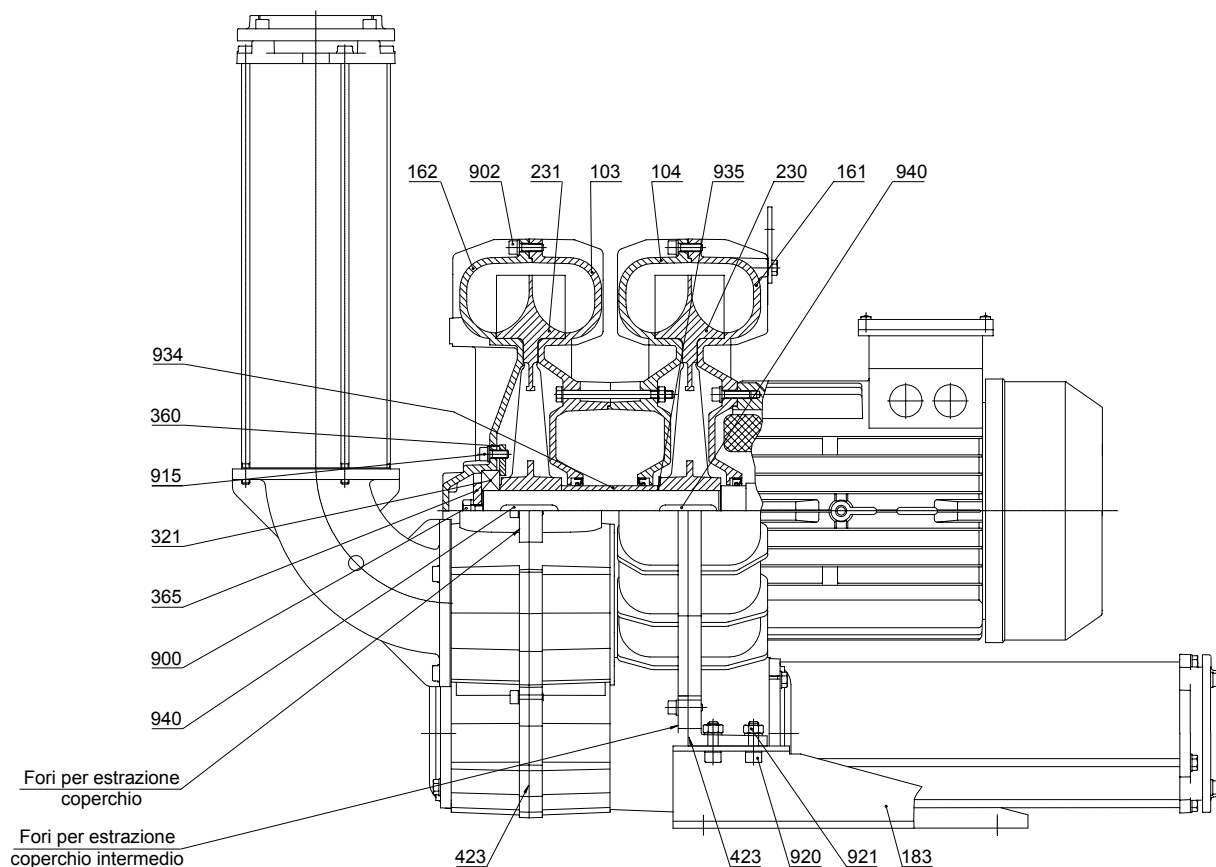

Fig. 1
3. Individuare la disposizione che interessa (fig.1, fig.2, fig.3).
Nel caso si renda necessaria una pulizia interna procedere come segue (riferimento fig. 1):